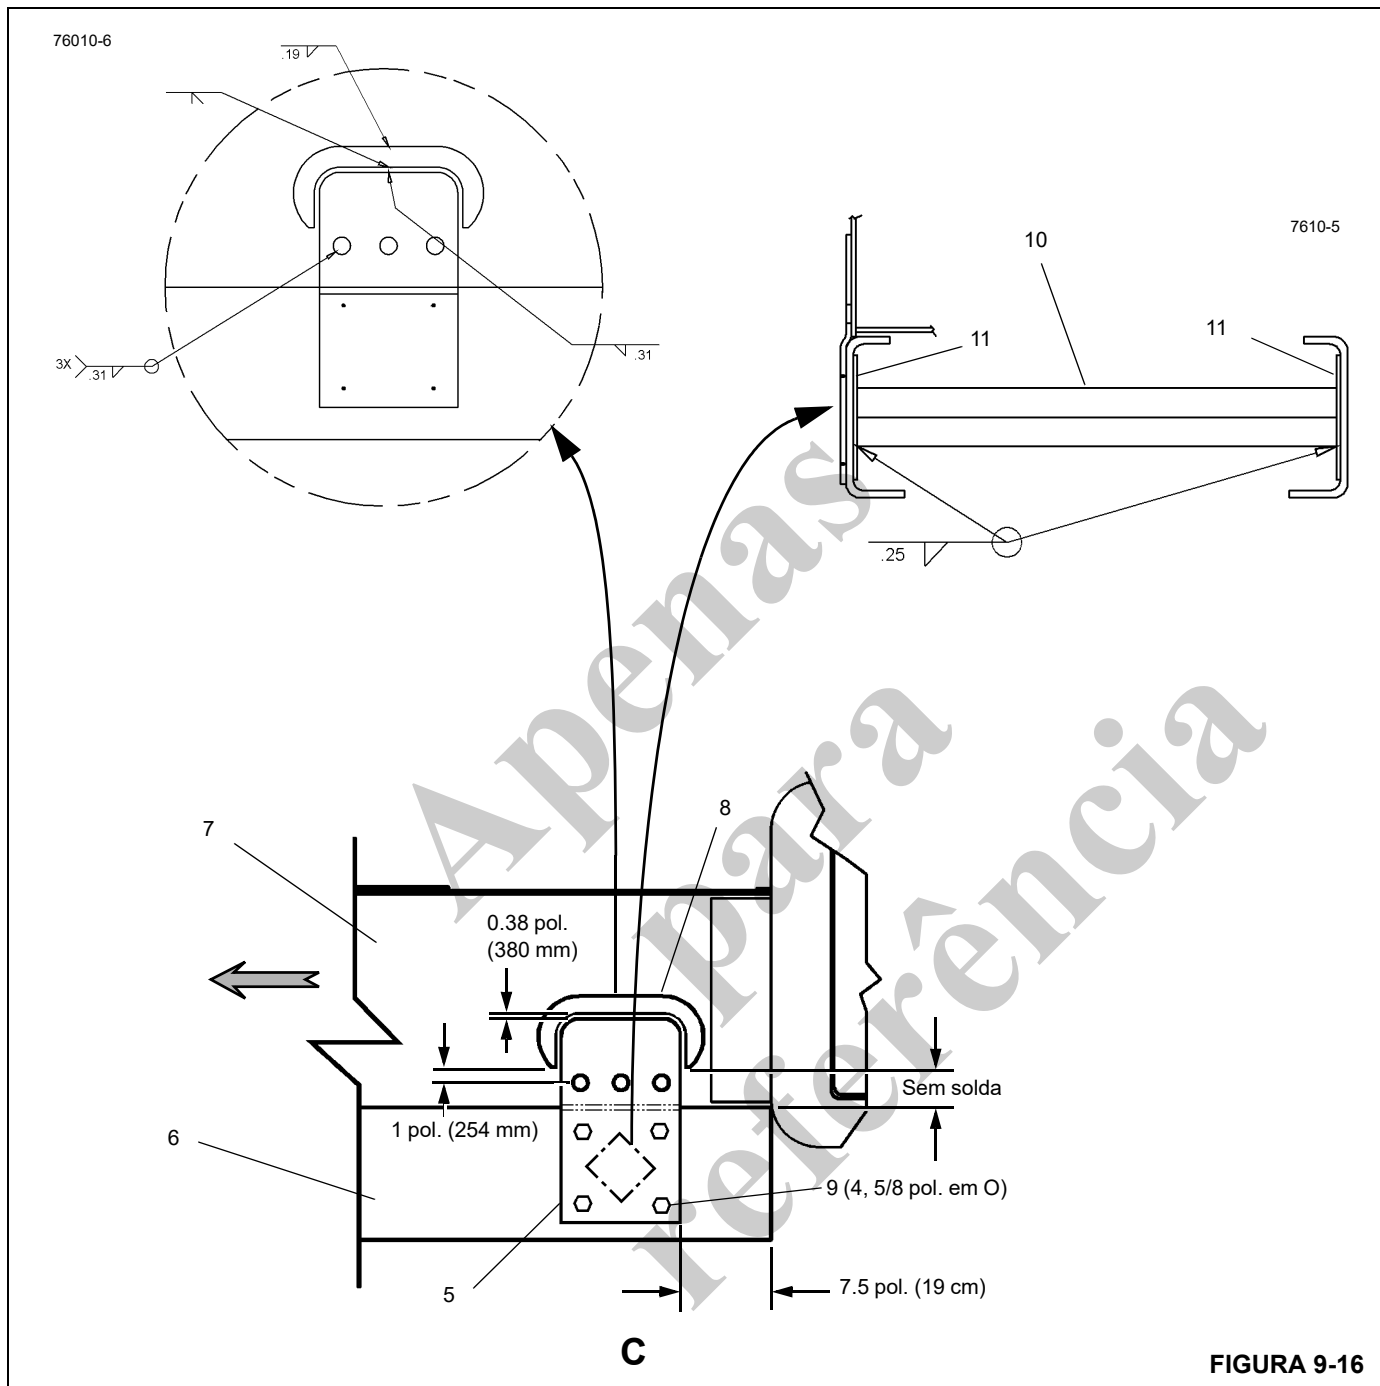

FIGURA 9-16
6. Posicione e solde a placa do tirante traseira (5, Figura 9-16) e a placa do colar (8) na estrutura da caixa-T (7). Consulte o detalhe C, Figura 9-16 para ver as dimensões do localizador e requisitos de solda.
7. Corte a barra transversal (10, Figura 9-16) para instalar dentro da estrutura do caminhão (6) e certifique-se de incluir a largura das duas placas (11).
8. Solde as duas placas da extremidade (11, Figura 9-16) à barra transversal (10).
9. Posicione o conjunto da barra transversal soldada (etapa 8) na estrutura do caminhão, como mostrado na Figura 9-16, no centro das duas placas do tirante (5) e solde por pontos à estrutura do caminhão (6).
10. Use os furos dos parafusos existentes (9, Figura 9-16) na placa do tirante traseira (5) como um gabarito para localizar e fazer quatro furos de 5/8 pol. na estrutura do caminhão (6) a através do conjunto soldado da placa da barra transversal (11).
11. Solde completamente o conjunto soldado da barra transversal (10, 11, Figura 9-16) à estrutura do caminhão (6).
12. Instale e fixe quatro parafusos de 5/8 x 2.75 (9, Figura 9-16), arruelas lisas e porcas.